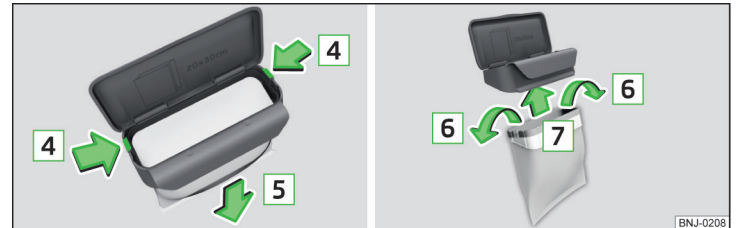

Abb. 76 Beutel ersetzen
- › Die beiden Rastnasen am Rahmen in Pfeilrichtung **4** » Abb. 76 abdrücken.